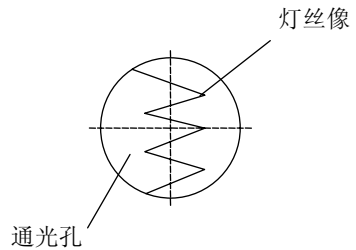

图 11
c) 白纸上会出现灯丝的像,如果灯丝的像没有对中,关小孔径光阑,调节灯泡纵向调节旋钮和灯泡横向调节旋钮使灯丝像对中,然后调节聚光镜调节手柄,直到获得清晰的灯丝像为止,见图 11。